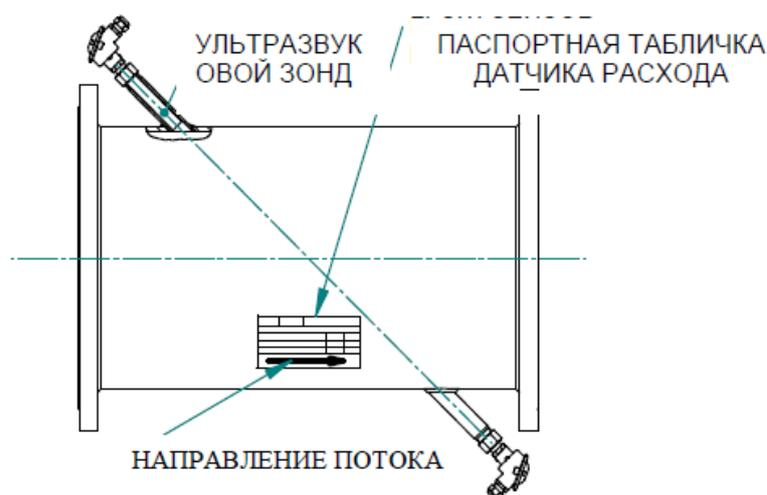

Рис. 4 – ИУ
3.2.3. Измерительный участок Корпус ИУ представляет собой сварную конструкцию, состоящую из двух торцевых фланцев, которые должны быть подключены к трубопроводу, основной части трубы и двух патрубков с ультразвуковыми датчиками ПИВ (см. Рис. 4). В стандартном исполнении корпус приспособлен для рабочего давления PN 10, изготовлен из высококачественной стали; все части покрыты порошковой эпоксидной краской. По специальному заказу, корпус ИУ могут быть изготовлен: - из нержавеющей стали - с фланцами ANSI (Американский Национальный Институт Стандартов) или JIS (Японский Промышленный Стандарт) - в версии PN16 или PN25 (размеры трубы до DN 500) Датчики, применяемые в системе питьевого водоснабжения, покрыты порошковой эпоксидной краской KOMAXIT E 2110 синего цвета (RAL 5017).